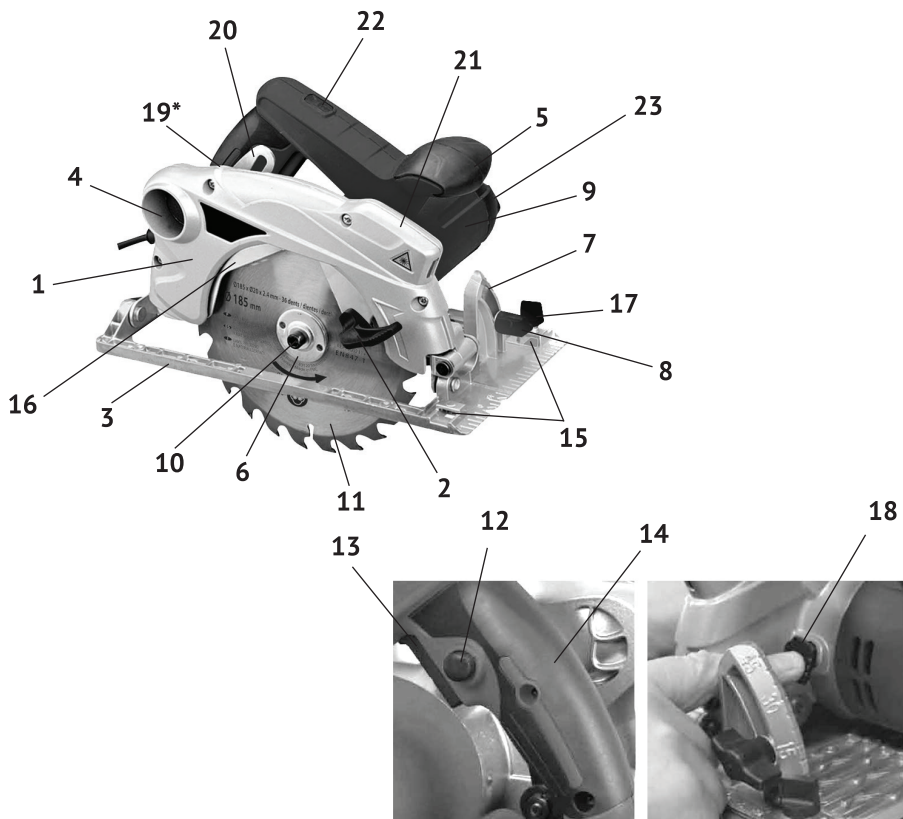

рис. 1
1.6 Общий вид пилы представлен на рис.1
1.7 Пила состоит из коллекторного двигателя в пластиковом корпусе (рис.1 поз.9) с рукояткой и металлического редуктора, совмещённого с верхним неподвижным кожухом (рис.1 поз.1). Крутящий момент с якоря электродвигателя, через шестерню, передаётся на шпиндель, соосный с электродвигателем. На шпиндель пилы, между опорным и зажимным (рис.1 поз.6) фланцами крепится пильный диск (рис.1 поз.11). Это основной рабочий инструмент пилы.
1.8 Клавиша выключателя (рис.1 поз.13) расположена в нижней части рукоятки (рис.1 поз.14). Во избежание самопроизвольного включения инструмента, выключатель снабжён блокировкой клавиши (кнопка блокировки, рис.1 поз.12, расположена на левой части рукоятки). Включение пилы осуществляется нажатием на клавишу выключателя (рис.1 поз.13) указательным пальцем после нажатия и удержания кнопки блокировки большим пальцем. Пила отключается при отпускании клавиши выключателя, при этом кнопка блокировки (со щелчком) возвращается в исходное положение.
Для обеспечения точности реза, модель укомплектована лазерной направляющей. Блок лазера (рис.1 поз.21) расположен на кожухе пилы. Кнопка включения лазера (рис.1 поз.22) находится в верхней части рукоятки.
- зафиксировать шпиндель, нажав на стопор шпинделя (рис.1 поз.18);
- открутить накидным ключом (входит в комплект поставки) винт крепления диска (рис.1 поз.10), снять прижимной фланец (рис.1 поз.6);
- переместить вверх за рычаг (рис.1 поз.2) нижний подвижный кожух (рис.1 поз.16), снять пильный диск (при замене);
2.2.3 При необходимости ограничения глубины пиления, поднять вверх рычаг (рис.1 поз.19) фиксации глубины пропила, выставить направляющую плиту (рис.1 поз.3) по шкале (рис.1 поз.20) в нужное положение и зафиксировать рычагом, опустив его вниз до упора.
- ослабить винты (рис.1 поз.8) фиксации угла наклона (с двух сторон);
- подняв за рукоятку двигатель с диском, выставить по шкале кронштейна (рис.1 поз.7) необходимый угол пиления;
**Внимание!** *При пилении под наклоном, значение глубины пропила, устанавливаемое по шкале (рис.1 поз.20), не совпадает с истинным значением. Глубина пропила в данном случае равна перпендикуляру от вершины пильного зуба к*
2.2.5 При необходимости отпиливания заготовок строго определённой ширины, установите параллельный упор-линейку. Упор вставляется в отверстия (рис.1 поз.15) направляющей плиты (справа или слева) и крепится винтом (рис.1 поз.17).
**Внимание!** Не фиксируйте нижний подвижный кожух (рис.1 поз.16) в открытом положении. Это может привести к заклиниванию диска, а также к травмам и повреждениям. Кожух будет автоматически сдвигаться при подаче заготовки.
3.2 Для замены щёток необходимо открутить заднюю крышку (рис.1 поз.23) корпуса двигателя, открутив два винта. Вынуть щётки из щёткодержателей и заменить их новыми. Щётки следует заменять парой для обеспечения равной степени их давления на коллектор якоря.